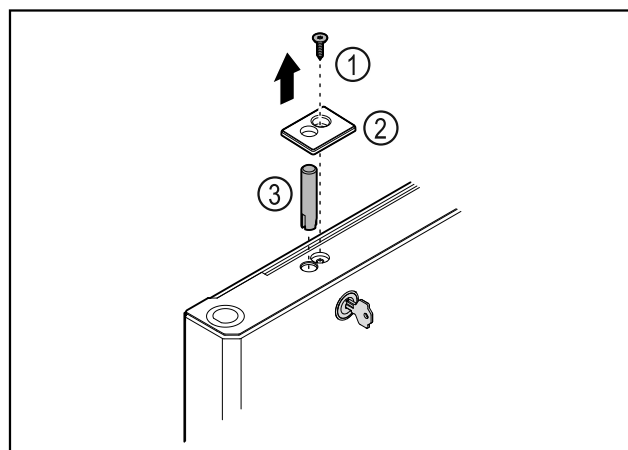

Fig. 42
- ▶ Отстранете винта Fig. 42 (1).
- ▶ Откопчайте капака Fig. 42 (2) с малка отвертка и го свалете.
- ▶ Изтеглете болта на ключалката Fig. 42 (3).